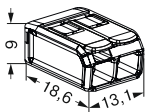

Рисунок 1 – СМК 221-412
5.1.2 Перевести соответствующий рычаг клеммы в верхнее положение (смотрите рисунок 1).